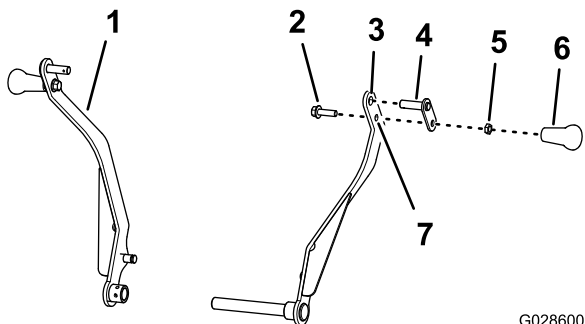

Figura 15
1. Montate un perno di articolazione attraverso il foro superiore del braccio della base (Figura 15).
3. Montate il bullone (3/8" x 1 1/4") attraverso il foro inferiore nel braccio della base e il fermo del perno di articolazione (Figura 15) con il controdado (3/8") e serrate il controdado a 15 - 17 N·m.
4. Avvitare la stegola sul bullone (3/8" x 1 1/4") e serrate la stegola contro il controdado stringendo manualmente (Figura 15).
5. Ripetete le voci da 1 a 4 sull'altro braccio della base (Figura 15).